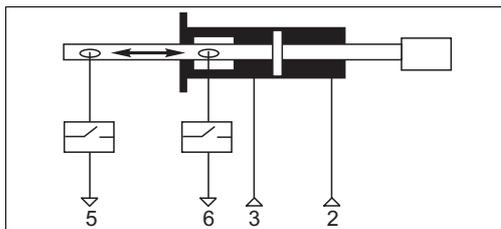

Fig. 11: Etichetta adesiva della morsettiera pneumatica
1. Per collegare i tubi flessibili dell'aria compressa, fare riferimento all'etichetta incollata sulla morsettiera pneumatica (Fig. 11).